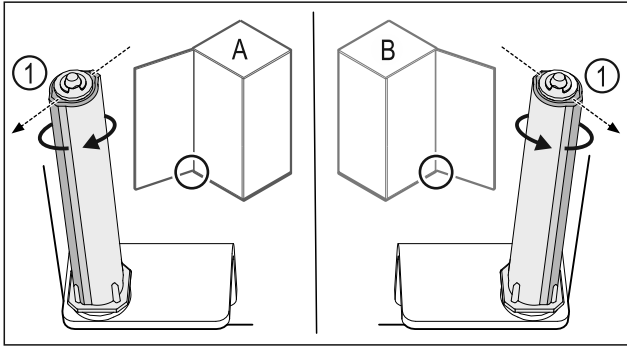

Fig. 39 Battuta a sinistra (A) / battuta a destra (B)
- Ruotare il sistema di chiusura contro la resistenza fino a quando la sporgenza del sistema di chiusura Fig. 39 (1) non è rivolta verso l'esterno.